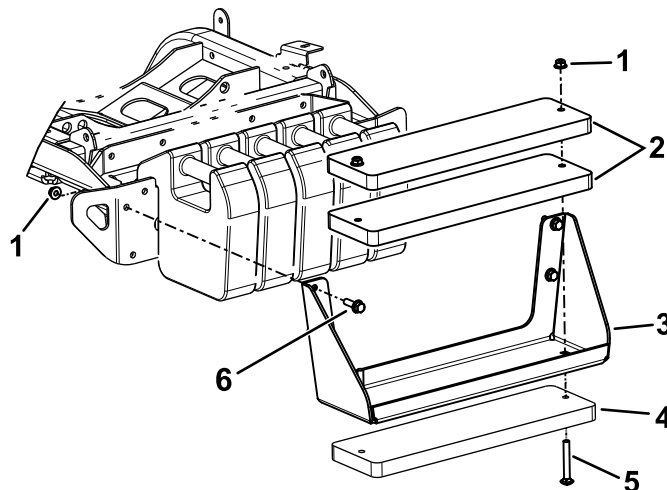

Figura 21
**Nota:** Fate riferimento a Figura 21 per questi passaggi.
- A. Utilizzate i bulloni ( $\frac{3}{8}$ " x 4") e i dadi ( $\frac{3}{8}$ " per fissare le 3 zavorre alla staffa (Figura 21).
- B. Utilizzate i bulloni a testa esagonale e i dadi (inclusi nel kit) per fissare la staffa della zavorra alla macchina (Figura 21).
- A. Rimuovete la staffa della zavorra dalla macchina (Figura 21).
- C. Utilizzate i bulloni ( $\frac{3}{8}$ " x 4") e i dadi ( $\frac{3}{8}$ " per fissare le 3 zavorre alla staffa (Figura 21).
- D. Utilizzate la bulloneria rimossa in precedenza per fissare la staffa della zavorra alla macchina (Figura 21).